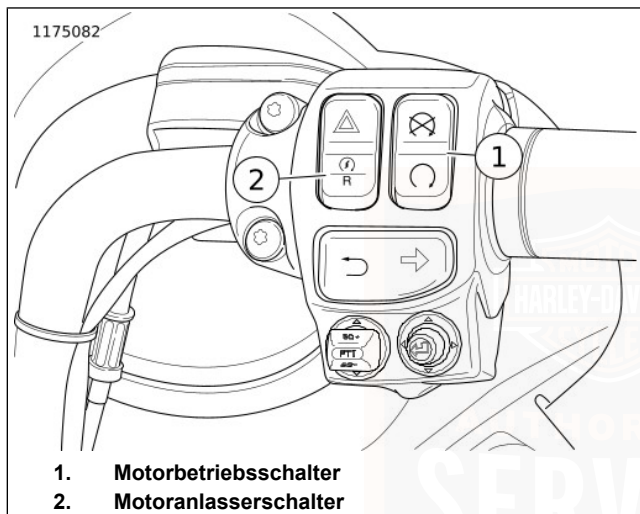

Abbildung 45. Rechte Lenkerbedienungselemente (typisch)
2. Den Motorbetriebsschalter EINSCHALTEN. Siehe Abbildung 45.